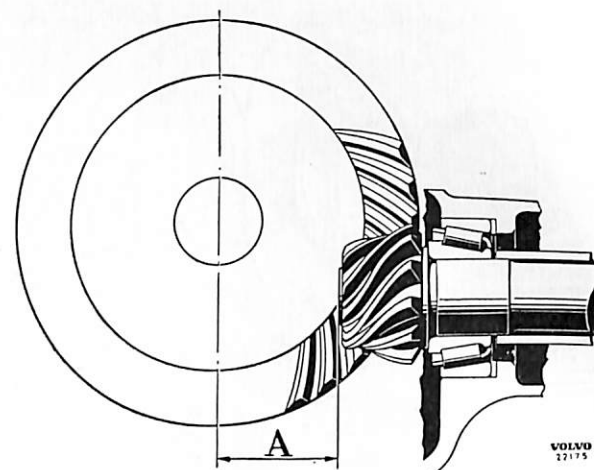
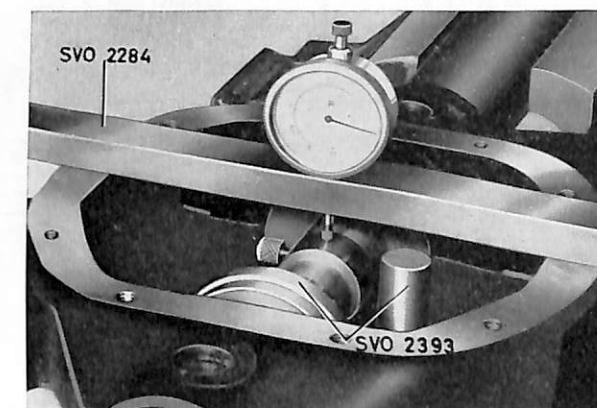
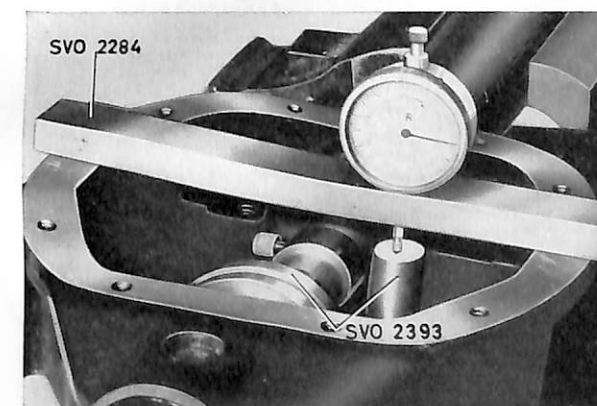

Bild 23. Pinjongens läge.
Bild 25. Nollställning av indikator.
Bild 26. Uppmätning av pinjongens läge.
5. Byt ut pressverktyg SVO 1845 mot bricka och mutter. Drag muttern med 28—30 kgm. Kontrollera därefter pinjonglagrens ansättning. Pinjongen skall gå relativt lätt att vrida runt (11,5—23 kgcm). Glapp får dock ej förekomma. Ansättningen justeras med mellanlägg (26) vid främre pinjonglagret.
6. Pinjongen skall ha ett visst nominellt mått (A bild 23) till kronhulets centrumlinje. På grund av toleranser i tillverkningen uppstår avvikelser från det nominella måttet. Detta anges på det slipade planet på pinjongen med en siffra försedd med plus- eller minustecken. Står det plustecken framför siffran skall det nominella måttet ökas och vid minustecken minskas det nominella måttet. Den på pinjongen angivna siffran anger avvikelsen i tusendels tum och måste vid justeringen först omräknas till mm, se förvandlingstabell. För kontroll av pinjongens läge användes en indikator, hållare för indikator SVO 2284 samt mätverktyg SVO 2393, vilket består av två delar: pinjongtolk och justerjigg. Kontrollen tillgår på följande sätt: Placera pinjongtolken på pinjongens slipade plan och justerjiggen i differentiallagerlägena enligt II bild 24. Placera indikatorhållaren på bakväxelhuset och nollställ indikatorn mot justerjiggen, bild 25. Flytta därefter över indikatorhållaren så att indikatorn kommer mot pinjongtolken, se bild 26. Är pinjongen märkt 0 skall justerjigg